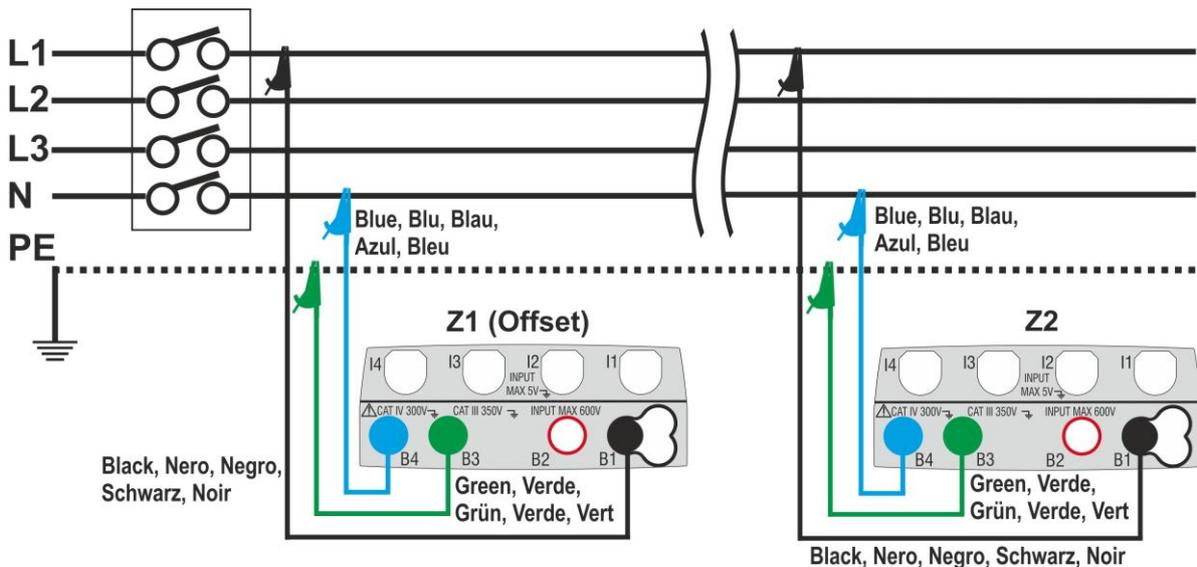

Fig. 34: Conexión del instrumento para la medida de la caída de tensión en modo L-N
- 10 Pase al punto 9 en el caso en el que se haya definido manualmente el valor de la Z1 (Offset). **En el caso en el que NO haya sido definido manualmente el valor de la Z1 (Offset)** conecte el instrumento en el punto inicial de la línea en examen (habitualmente aguas abajo de la protección) de acuerdo con las Fig. 34 o Fig. 35 a fin de ejecutar la primera medida de impedancia **Z1 (Offset)**. En este caso el instrumento realizará la medida de impedancia presente aguas arriba del punto inicial de la línea asumiéndola como referencia inicial. Se muestra la siguiente pantalla (relativa a la medida L-L) en el visualizador
- 13 Conecte el instrumento en el punto final de la línea en examen de acuerdo con las Fig. 34 o Fig. 35 para realizar la medida de la impedancia al final de línea **Z2**. Se muestra en el visualizador la pantalla siguiente. Note la presencia en pantalla del valor Z1 (Offset) medido anteriormente